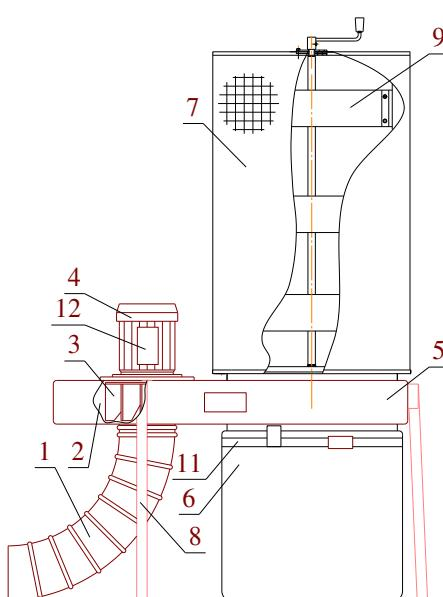
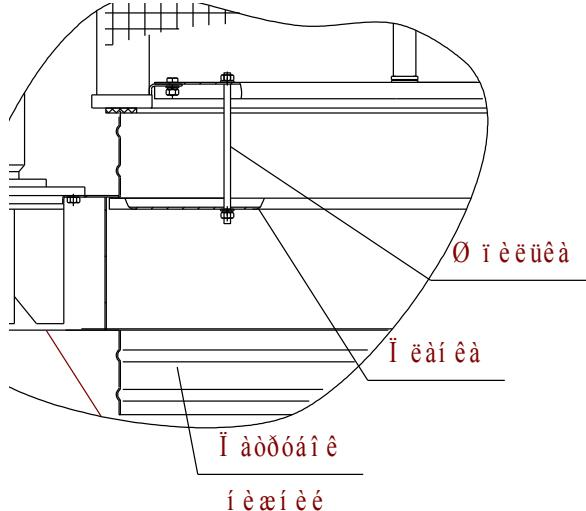

Рис. 5
Рис.7
5.2 Воздушный поток (см. рис.5) по воздуховоду 1 поступает в центральную часть улитки 2, где вращающееся рабочее колесо 3 приводимое в действие электродвигателем 4, ускоряет поток и вводят его в корпус 5.
6.2.3 Собрать установку (рис.5). Монтаж кассеты на установку производить в соответствии с рис. 7.